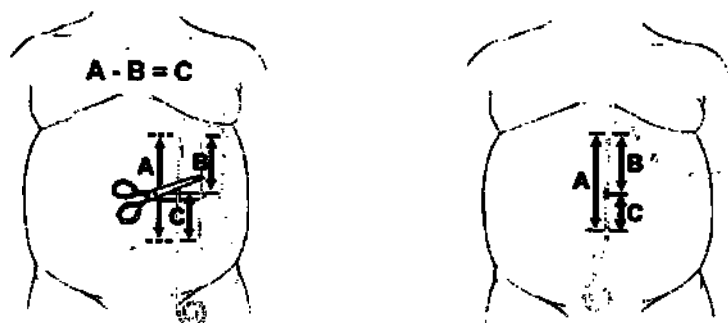

Рисунок 1.
2. Измеренное расстояние «А» в сантиметрах между местами первичного и вторичного разрезов отражает суммарную длину соединенных абдоминального и удлинительного сегментов катетера (рисунок 1). Определение этой длины необходимо для точной обрезки обоих компонентов катетера.
5. Для того, чтобы рассчитать длину «С» абдоминального сегмента катетера от места расположения глубокой манжеты под фасцией до места соединения с удлинительным сегментом, нужно вычесть значение «В» из значения «А». Таким образом, формула $A - B = C$ определяет длину абдоминального компонента катетера (Рис.1). Чтобы было возможно работать с концом абдоминального катетера, длина отрезка «С» должна быть не менее 5 см.